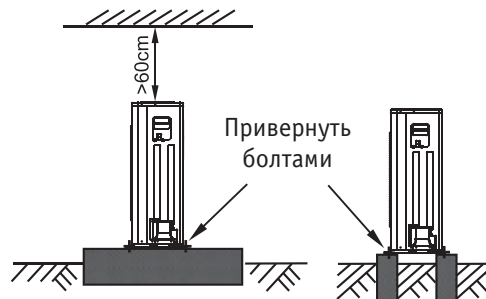

Рис. 4-7
- Подготовьте бетонное основание для установки наружного блока согласно рис. 4-7.